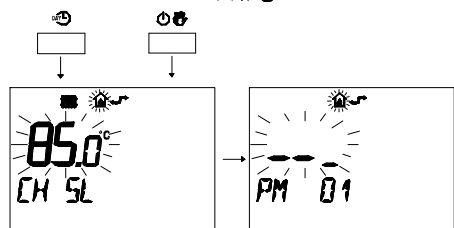

fig. 5.47
- 2 Premere contemporaneamente i pulsanti e per entrare nella programmazione trasparente (fig. 5.47)